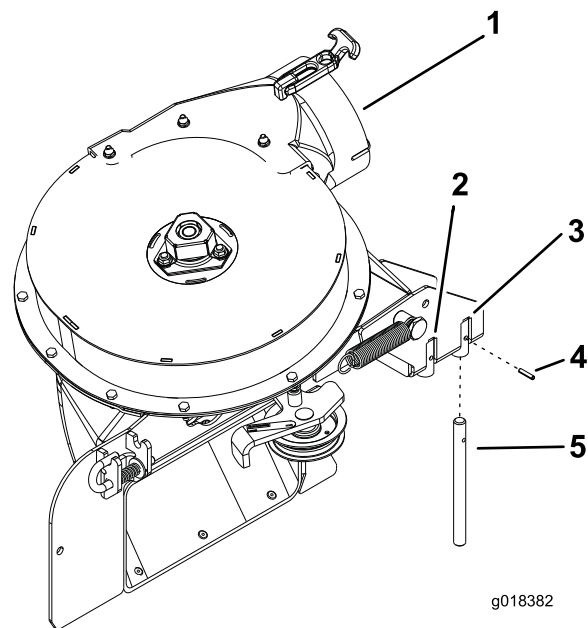

Figura 36
Verificate che il perno girevole sia fissato sul gruppo soffiatore nella posizione corretta (Figura 36).
- Se avete un piatto di taglio da 122 cm o 132 cm, montate il perno girevole nel foro anteriore (Figura 36).
- Se avete un piatto di taglio da 152 cm, montate il perno girevole nel foro posteriore (Figura 36).